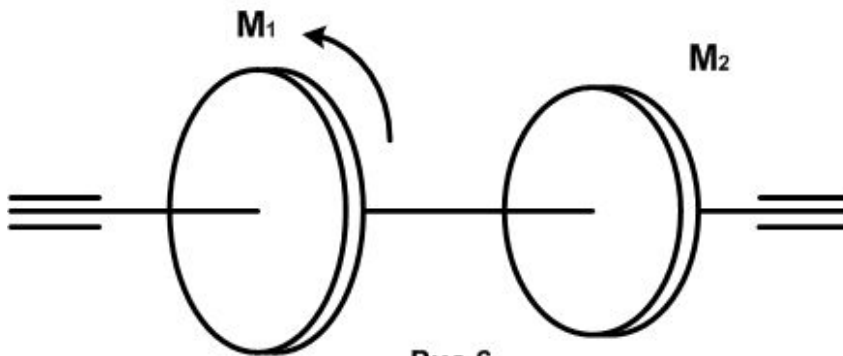

Рис.6
- №1 Вал вращается равномерно, вращающий момент на ведущем шкиве $M_1=5\text{кНм}$. Определите величину и направление момента M_2 на ведомом шкиве. Постройте эпюру крутящих моментов (рис.6).
Рис.6а